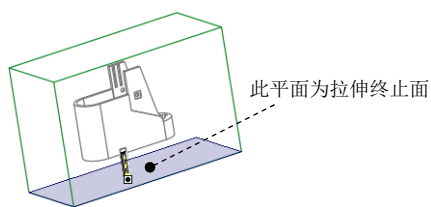

图 19.19 选取拉伸终止面
① 在“拉伸”操控板中选取深度类型  (到选定的)。
② 将模型调整到图 19.19 所示的视图方位, 选择图 19.19 所示的平面为拉伸终止面。
(6) 在“拉伸”操控板中单击  按钮, 完成特征的创建。